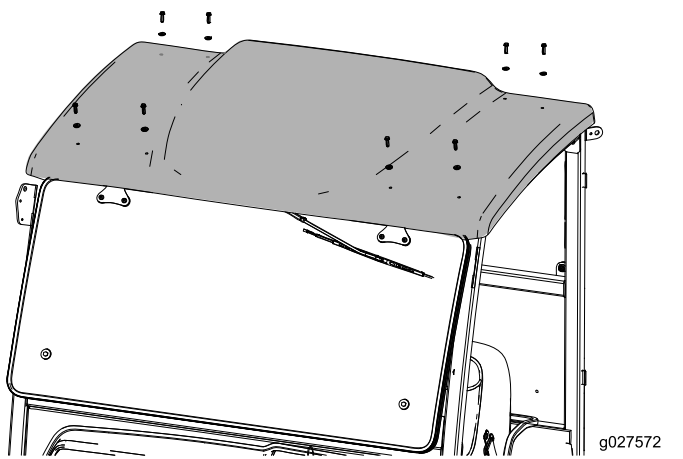

Figura 1
5. Retire os parafusos que prendem a parte superior da cabina (Figura 1) e eleve cuidadosamente a parte superior da cabina.
Nota: A sua cabina pode não ser exatamente igual à da figura. Pode ter de remover mais parafusos que os mostrados na Figura 1.